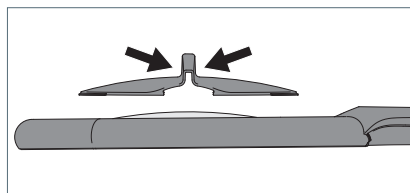

Fig. 3: Montare la copertura della lente.
- Schiacciare la parte superiore della copertura della lente, vedi Fig. 3.